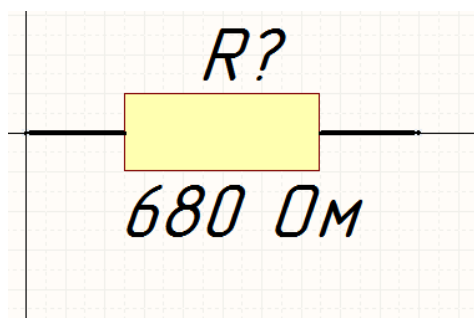

Рис. 2.9
9) Розташуйте назву і опис компонента так, як зображено на Рис. 2.9.